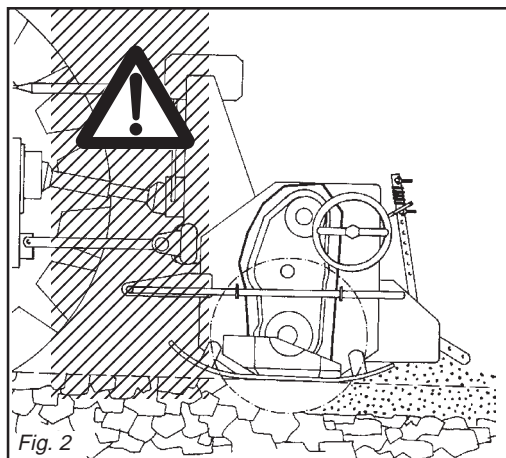

Fig. 2
- 24) È assolutamente vietato interporre tra il trattore e la zappatrice (Fig. 2) con motore acceso e cardano inserito nonché senza aver azionato il freno di stazionamento ed aver inserito, sotto le ruote, un ceppo o un sasso di bloccaggio.
- 24) *It is absolutely forbidden to stand between the tractor and the implement (Fig. 2) when the engine is running and the cardan shaft is engaged without having first engaged the hand brake and placed a block*
- 24) Es ist absolut verboten, bei laufendem Motor und eingeschalteter Gelenk-welle zwischen den Schlepper und das Gerät zu treten (Abb. 2). Dazu muß die Feststellbremse gezogen werden und unter die Räder ein Bremskeil oder ein großer Stein gelegt worden sein.
- 24) *Il est absolument interdit de se mettre entre le tracteur et l'appareil (Fig. 2) quand le moteur est en marche et le cardan enclenché, sans*
- 24) Está terminantemente prohibido colocarse entre el tractor y el equipo (Fig. 2) con motor encendido y cardán inserido, o sin haber accionado el freno de estacionamiento y de colocar, debajo de las ruedas, una piedra u otro elemento de bloqueo.
- 28) È assolutamente vietato interporre fra il trattore e l'attacco della zappatrice per manovrare il comando dall'esterno per il sollevamento (Fig. 2).
- 28) *It is absolutely forbidden to stand between the tractor and the implement when manoeuvring the lift control from the outside (Fig. 2).*
- 28) Es ist absolut verboten, zwischen den Schlepper und den Anschluß zu treten, um die Aushebung von außen zu betätigen (Abb. 2).
- 28) *Il est absolument interdit de se mettre entre le tracteur et l'attelage pour manoeuvrer la commande de relevage de l'extérieur (Fig. 2).*